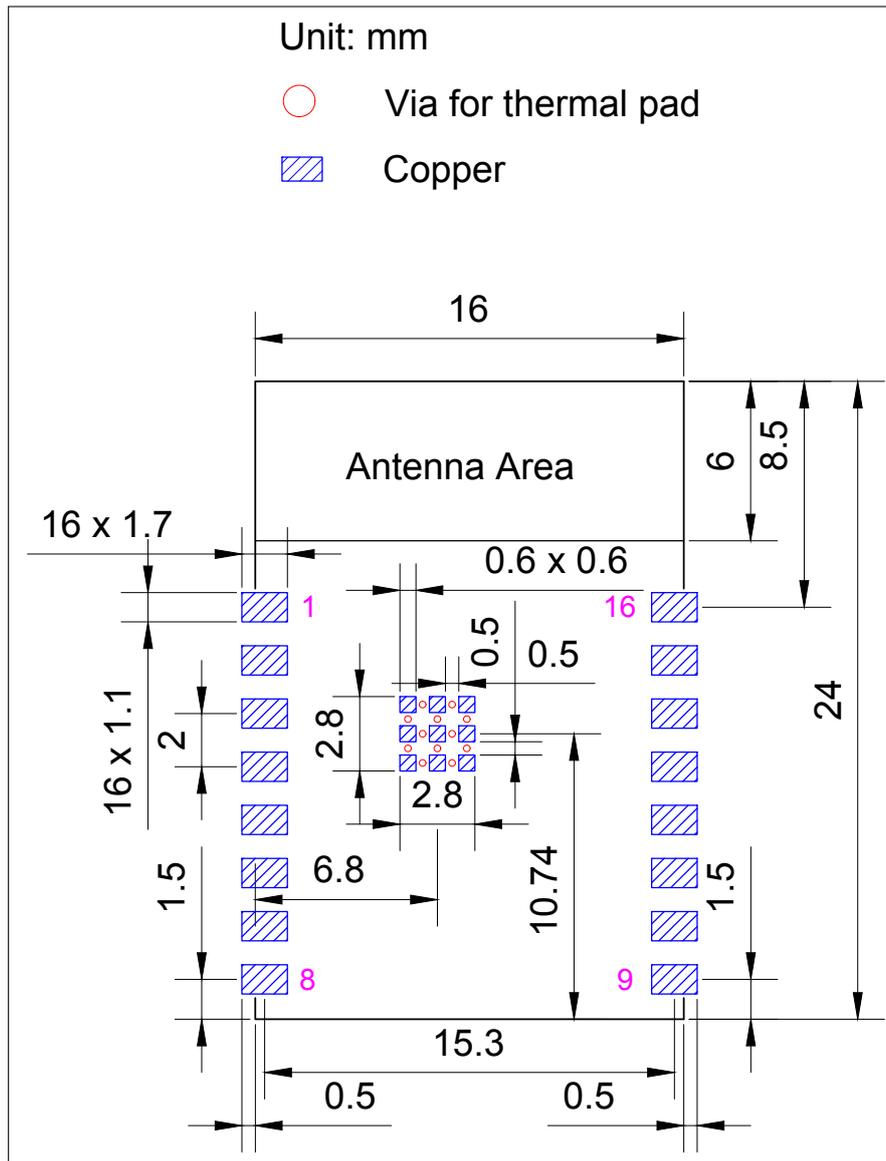

图 7: 推荐 PCB 封装图形
- 推荐 PCB 封装图，标有 PCB 设计所需的全部尺寸。详见图 7 推荐 PCB 封装图形。
- 推荐 PCB 封装图的源文件，用于测量图 7 中未标注的尺寸。您可用 Autodesk Viewer 查看 ESP8685-WROOM-04 的封装图源文件。